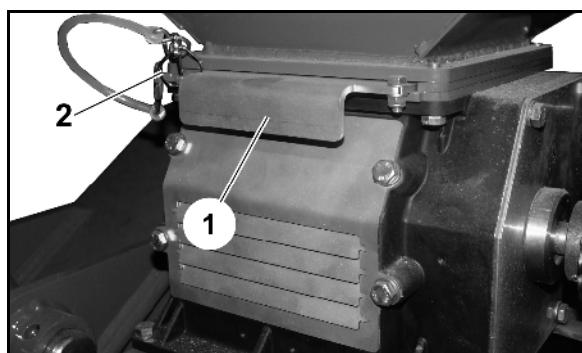

Рис. 81
- При необходимости снова откройте отверстие бункера для посевного материала (Рис. 81/1) и застопорите пружинным фиксатором (Рис. 81/2).